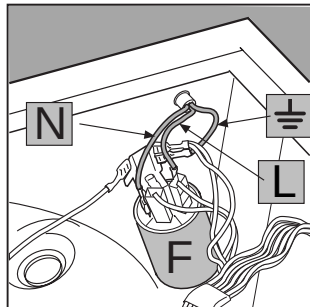

Abb. 4
3. Nehmen Sie die Drähte vom Entstörer F [Abb. 4] ab, achten Sie hierbei auf die korrekten Anschlussstellen (**Blauer Draht=N; Brauner Draht=L**) und lassen Sie den Erdleiter $\equiv$ bis zum Schluss.